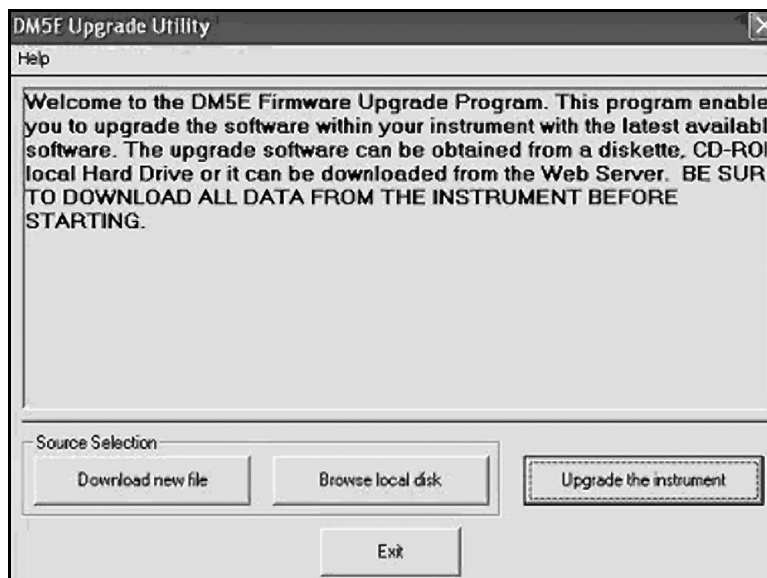

Figure 22 : Modification des réglages de paramètres
2. Exécutez l'*outil logiciel de mise à jour* depuis le menu Programmes de votre PC. Pour un système MS Windows typique, cliquez sur le bouton DEMARRER, cliquez sur le bouton EXECUTER, sélectionner PROGRAMMES puis sélectionnez le logiciel de mise à jour (DM5E Upgrade Utility) (voir *Figure 22 à la page 68*).